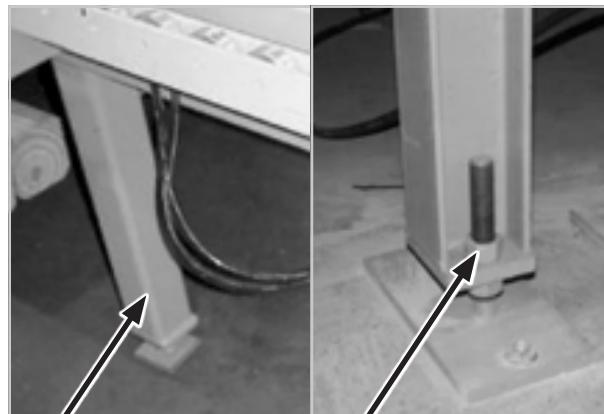

Figura 91
- De ser necesario, ajuste las patas de nivelación (Figura 91).